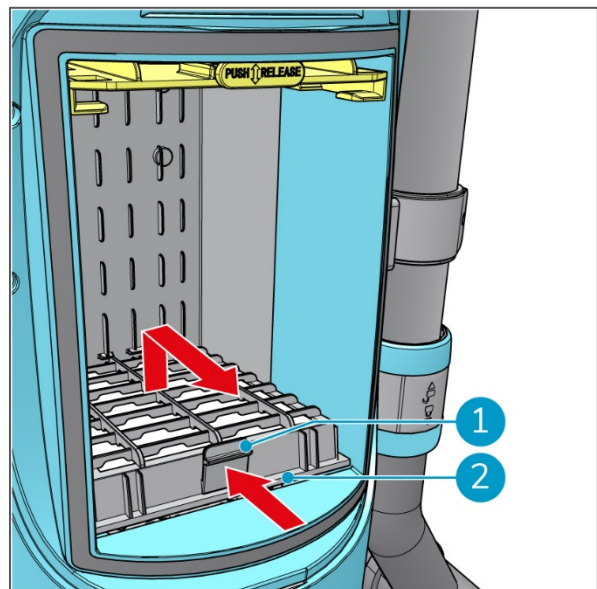
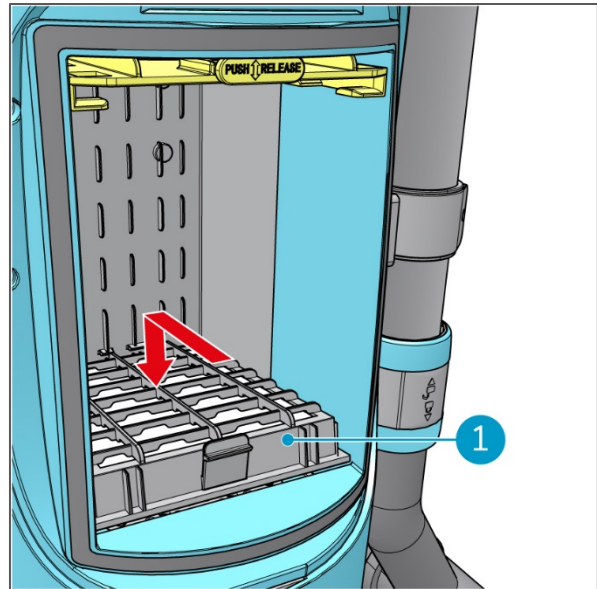

Abbildung 22
Abbildung 23
4. Drücken Sie leicht auf die graue Taste (Abbildung 22, Pos. 1), um den Kassettenfilter freizugeben.
5. Ziehen Sie den Kassettenfilter (Abbildung 22, Pos. 2) aus dem Gehäuse des i-move 2.5B.
6. Schieben Sie den neuen Kassettenfilter in das Gehäuse des i-move® 2.5B (Abbildung 23, Pos. 1). Sobald die graue Taste (Abbildung 22, Pos. 1) einrastet, ist der Filter fixiert.